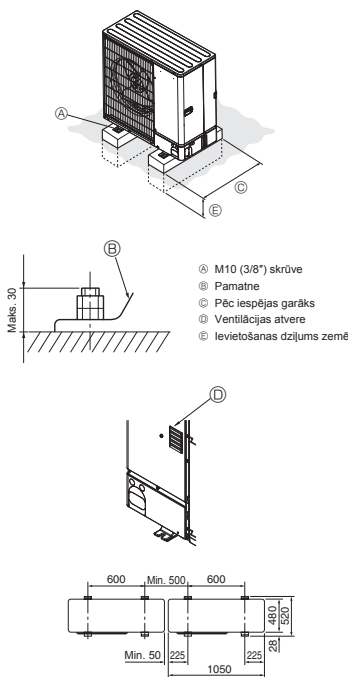

Fig. 3-1
- Pārliecinieties, ka iekārta tiek uzstādīta uz spēcīgas, līdzsanas virsmas, lai novērstu ribēšanas radītu troksni darbības laikā. (Fig. 3-1)